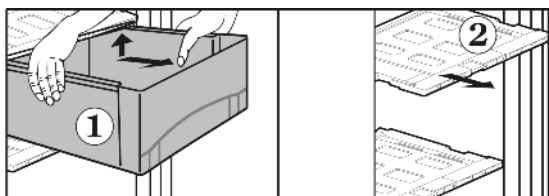

Fig. 16
- ▶ Выдвижные ящики Fig. 16 (1) извлеките до упора.
- ▶ У снятого выдвижного ящика крышку Fig. 16 (2) с регулятором влажности освободите из фиксаторов сверху, извлеките вперед.